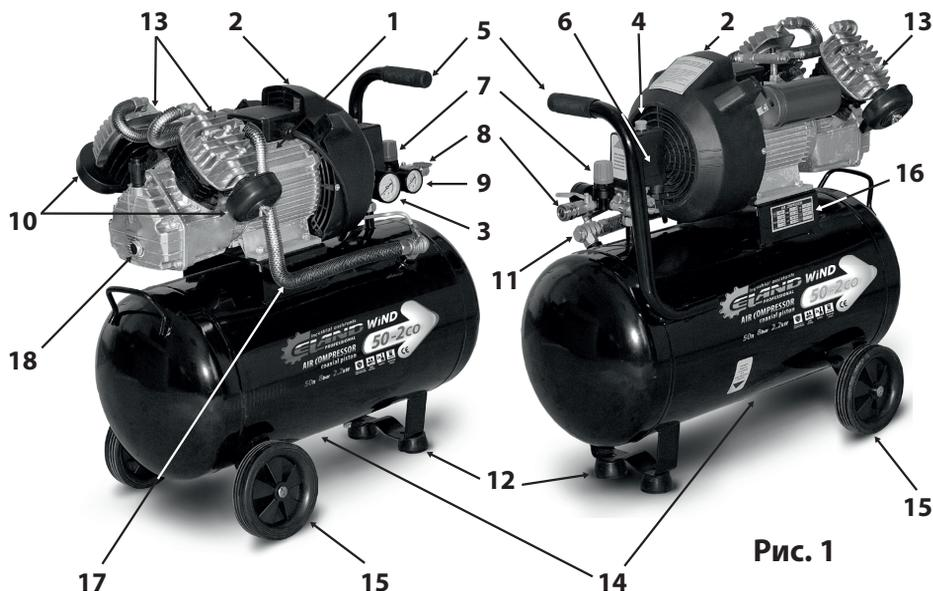

Рис. 1
- Блок поршневой (1) (См. Рис.1) – поршневая группа, одноступенчатая, одноцилиндровая, с воздушным охлаждением - предназначена для выработки сжатого воздуха.
- Ресивер (воздухосборник) (13) (См. Рис.1) служит для сбора сжатого воздуха, выравнивания пульсации воздуха, получающейся в результате возвратно-поступательного движения поршня компрессора, отделения конденсата и масла. Ресивер является также корпусом, на котором смонтированы узлы и детали компрессора.
- Ресивер имеет штуцера для установки реле давления (прессостата) (6), обратного клапана (11), крана слива конденсата, предохранительного клапана, а также кронштейны для установки платформы.
- Платформа предназначена для монтажа поршневого блока, электродвигателя, защитного кожуха (2).
- Электродвигатель предназначен для привода поршневого блока и компрессорной группы, и закрыт защитным кожухом (2) (См. Рис.1).
- Реле (прессостат) (6) служит для обеспечения работы компрессора в автоматическом режиме, поддержания давления в ресивере.
- Штуцер (8) с регулятором давления (6) предназначен для подачи воздуха потребителю.
- Обратный клапан (11) (См. Рис.1) обеспечивает подачу сжатого воздуха только в направлении от поршневого блока к ресиверу.
- Манометр (10) предназначен для контроля давления в ресивере.
- Блок управления компрессором включает в себя: манометр давления в ресивере (10); манометр давления на выходе (9); реле давления (прессостат) (6); регулятор давления на выходе (7); кнопку пуска (4); клапан предохранительный.
2. Убедитесь в том, что кнопка пуска (4) на реле давления (6) (См. Рис.1) находится в положении «Выключено». Вставьте вилку питающего электрического кабеля в соответствующую розетку.
3. Переведите кнопку пуска (4) на реле давления (6) (См. Рис.1) в положение **«Включено»**.
5. Остановите компрессор, вновь нажав на кнопку пуска (4) (См. Рис.1).
6. Присоедините к раздаточному штуцеру (8) шланг компрессорного оборудования.